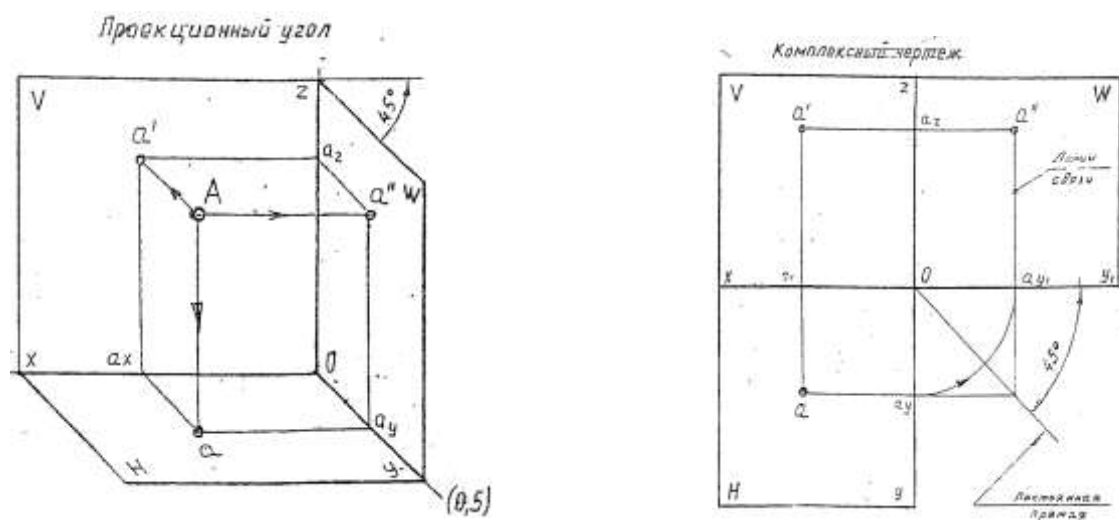

Рисунок 13 - Проекция точки
Комплексный чертеж, или эпюр Монжа (рис.13) - это чертеж, полученный прямоугольным проецированием точек или предмета на несколько взаимно перпендикулярных плоскостей проекций, а затем совмещением плоскостей проекции с одной плоскостью.
3. В конспекте начертить три плоскости проекции, как показано на рис. 13.